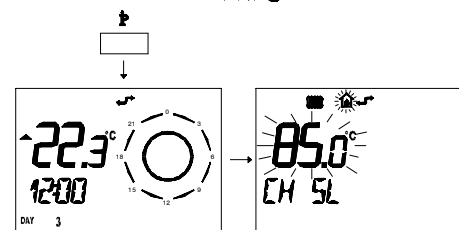

fig. 5.24
- 2 Premere per più di 3 secondi il pulsante per entrare in modalità **I NFO**. (fig. 5.24)